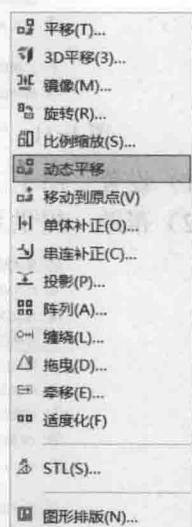

图 1-9 “转换”菜单
(7) 转换 此菜单可对绘制的图形进行镜像、旋转、缩放、平移、偏置等操作，从而提高设计造型的效率，如图 1-9 所示。